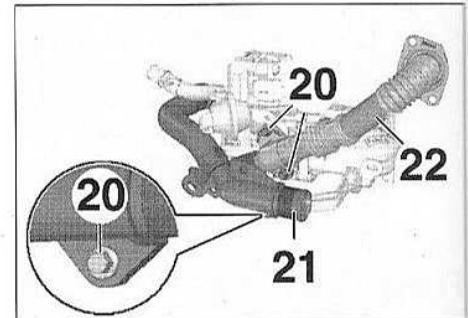

FIG.97
- Déposer à l'établi (Fig.97) :
- les vis (20),
- le raccord d'échangeur du module de recyclage des gaz d'échappement (21),
- le tube de recyclage des gaz d'échappement (22).